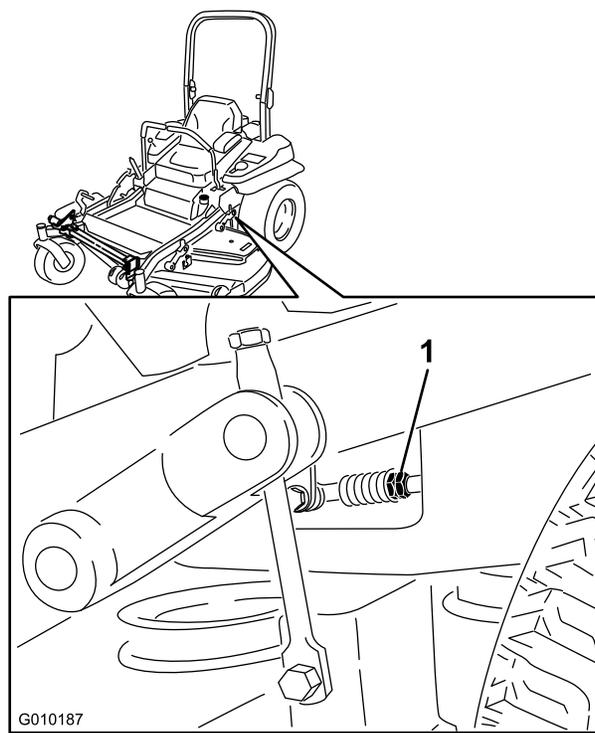

Рисунок 100
11. Отрегулируйте длину штоков управления насосами, повернув гайки в соответствующих направлениях так, чтобы колеса очень медленно вращались в обратном направлении (**Рисунок 100**).